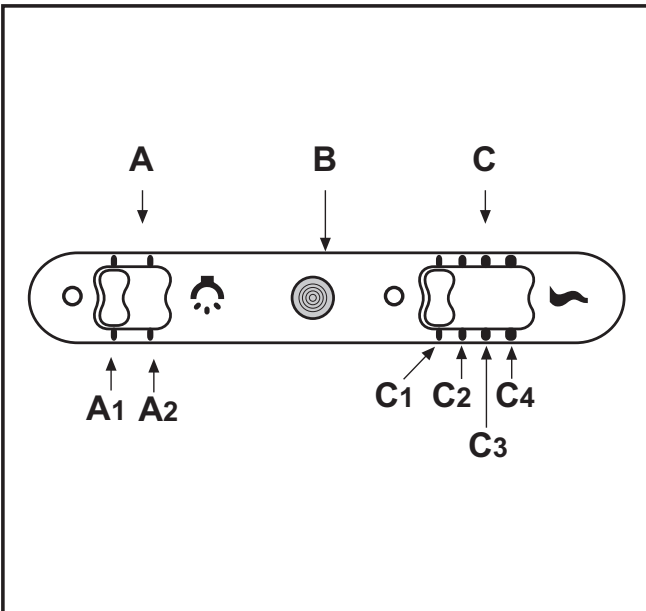

Fig.8
• **BEDIENUNG:** (Fig.8) SLIDER die Symbolbezeichnungen sind folgend wiedergegeben: